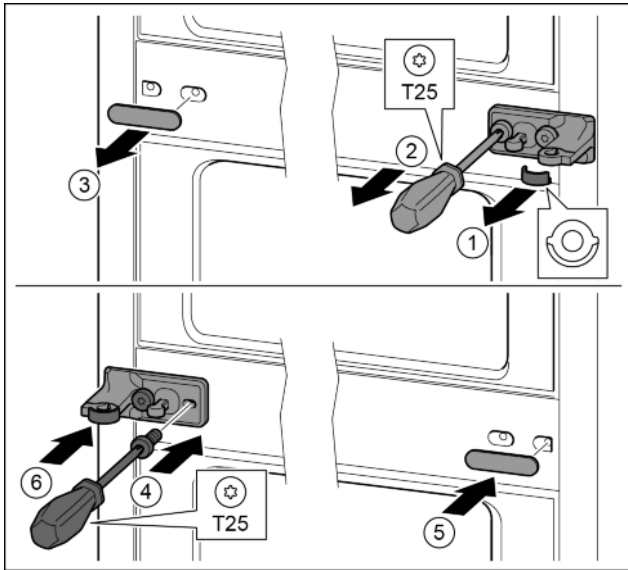

Fig. 14
- ▶ Enlever la rondelle. Fig. 14 (1)
- ▶ Desserrer les vis avec le tournevis T25. Fig. 14 (2)
- ▶ Enlever délicatement le cache. Fig. 14 (3)
- ▶ Visser fermement le support de palier avec film tourné de 180° de l'autre côté. Fig. 14 (4)
- ▶ Poser le cache tourné de 180° de l'autre côté. Fig. 14 (5)
- ▶ Enfiler la rondelle de devant. Fig. 14 (6)